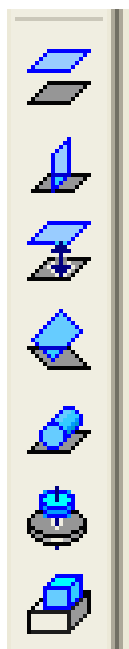

Рис. 6.34
**Сопряжение** в процессе моделирования сборок – это параметрическая связь между гранями, ребрами, вершинами, плоскостями или осями составляющих компонентов. При вводе кнопки **<Сопряжения>**  откроется **Инструментальная панель сопряжения**, состоящая из 7 кнопок (рис. 6.34).